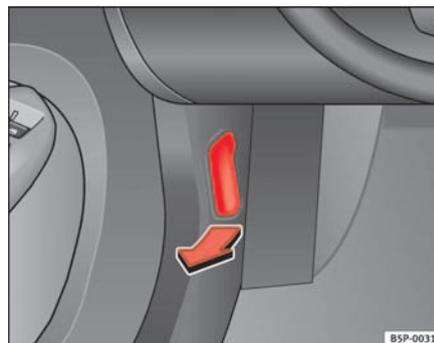

Fig. 151 Vano piedi del conducente: leva di sblocco del cofano del vano motore
- Tirare la leva situata sotto il cruscotto ⇒ **fig. 151** nella direzione indicata dalla freccia. Il cofano si sblocca sotto la spinta di una molla ⇒ .